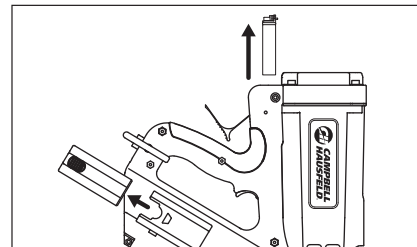

Figura 26
1. Retire la célula de combustible y la batería de la herramienta (vea la Figura 26).